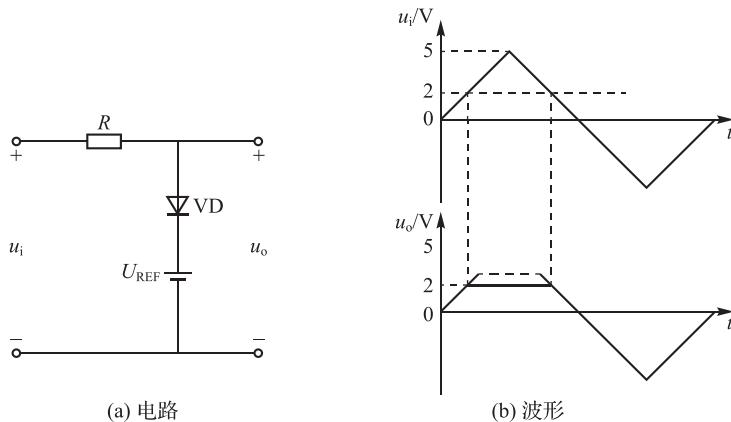

图 1-15 例 1-2 图
**【例 1-2】** 如图 1-15(a)所示,  $U_{REF}=2$  V, 画出相应的输出电压波形。
**解** 二极管采用理想模型分析。如果输入信号  $u_i$  大于  $U_{REF}$ (2 V), 二极管承受正向电压, 导通, 此时输出电压  $u_o=U_{REF}=2$  V。如果输入信号  $u_i$  小于  $U_{REF}$ , 二极管承受反向电压, 截止, 此时输出电压  $u_o=u_i$ 。如图 1-15(b)中实线所示。
二极管采用恒压降模型分析(二极管的正向导通压降为 0.7 V)。如果输入信号  $u_i$  大于  $U_{REF}+0.7$  V(2.7 V), 二极管承受正向电压, 导通, 此时输出电压  $u_o=U_{REF}+0.7$  V=2.7 V。如果输入信号  $u_i$  小于  $U_{REF}+0.7$  V, 二极管承受反向电压, 截止, 此时输出电压  $u_o=u_i$ 。如图 1-15(b)中虚线所示。